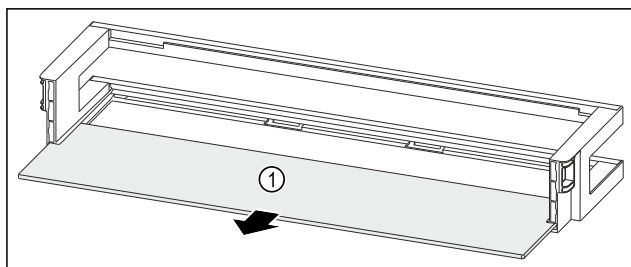

Fig. 114 Raft montat pe ușă cu raft
- Extrageți raftul Fig. 114 (1).